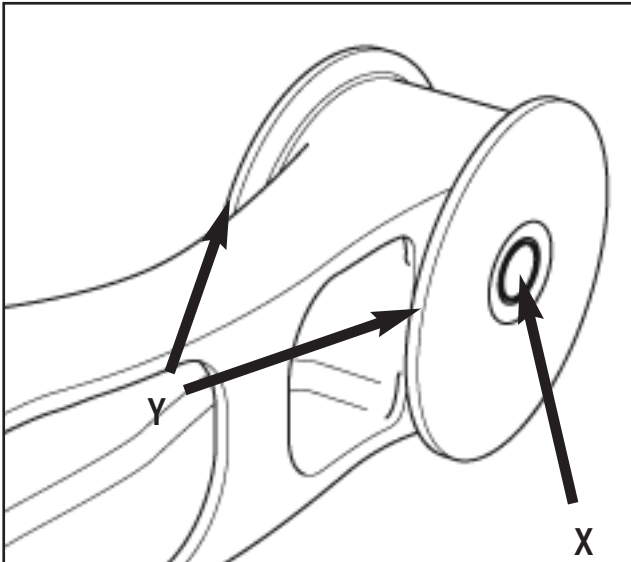

Fig 3.37
10. Insérer le manchon interne en acier " X " dans le tube central de bague d'axe d'articulation. Monter les rondelles d'usure " Y " de rechange de chaque côté de la bague d'axe d'articulation (figure 3.37).